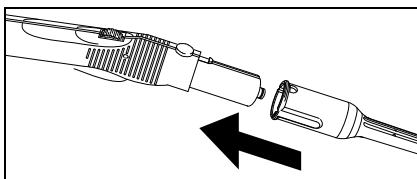

Fig. 6
- Conectar os acessórios necessários (D1, E1, F1) à pistola de vapor (C1). Para isso colocar o extremo aberto do acessório na pistola de vapor (C1) e empurrar na mesma, até engatar a tecla de desbloqueio (C2) da pistola (veja fig. 6).